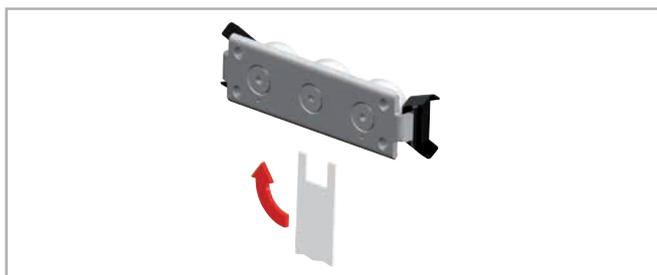

Fig. 54
- Inserire di lato, tra la guida e il cursore, la chiave speciale piana fornita in dotazione. Inserirla sulla testa esagonale o quadra del perno eccentrico da regolare (vedere fig. 54).